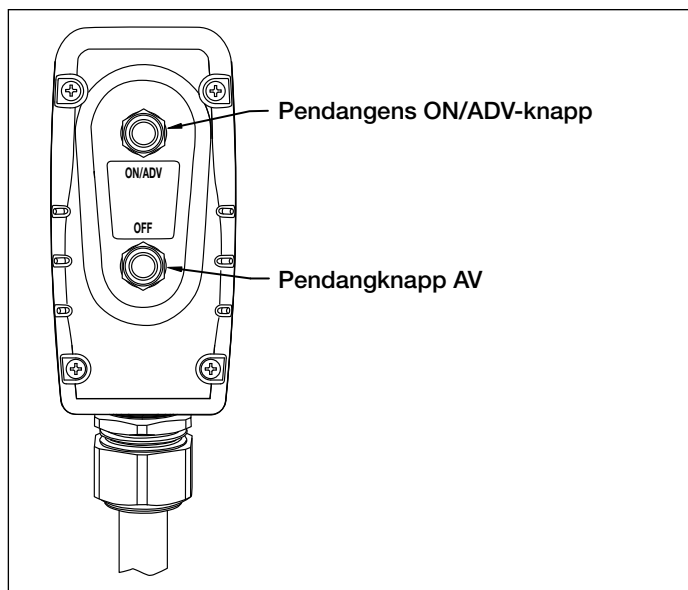

Figur 7, Pumpkontrollpanel
5.1 Pumpmotorns till/från-brytare (se figur 7)
4. Anslut enheten till strömmen. Flytta pumpens på/av-brytare till ON (på). Se figur 7.